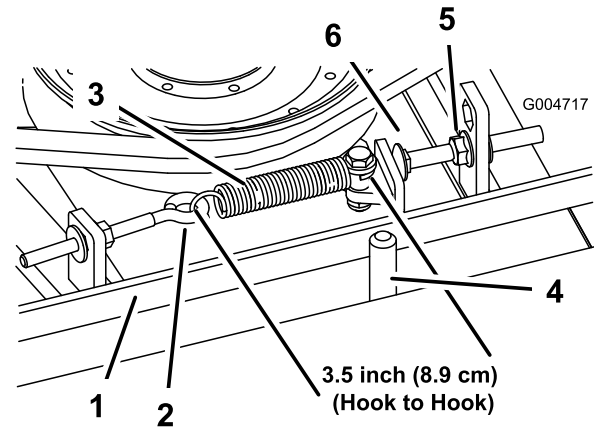

Bild 64
die Anschlagsschraube (Schlossschraube) ein, bis der Abstand zwischen dem Schraubenkopf und dem Spannung ungefähr $0,125 + 0,060 / - 0,000$ Zoll beträgt (Bild 64).
Hinweis: Achten Sie darauf, dass der Riemen auf der Federseite der Riemenführung positioniert ist (Bild 64).
2. Lösen Sie den Augenbolzen, um die Verlängerungsfeder abzunehmen (Bild 64).
(Bild 64). Bewegen Sie die Spannscheibe vom Riemen weg, um diesen zu entspannen.
- Setzen Sie die Verlängerungsfeder (Bild 64) wieder in den Augenbolzen ein und spannen Sie den Riemen wie folgt: